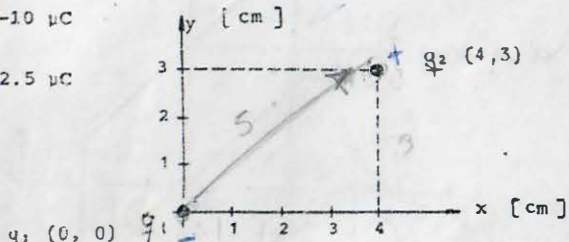

Figura P1.1
1.1 Calcule en forma vectorial, la fuerza que ejerce cada carga puntual sobre la otra, ver la figura P1.1